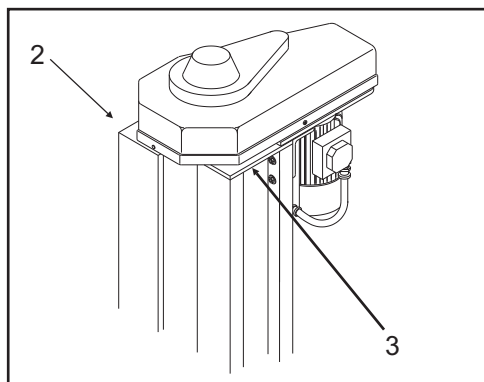

Fig.17-Abb.17
- in caso di extra corsa della parte mobile sono previsti un finecorsa elettrico (2) ed una piastra in acciaio (3) di blocco sulla parte superiore delle colonne (fig.17).
- to prevent overrun of the mobile part, an electric limit switch (2) and a steel plate stop (3) are envisaged for the upper part of the post (fig.17).
- un contact de fin de course (2) et une plaque d'arrêt en acier au sommet de la colonne (3) interviennent en cas de dépassement de course de la partie mobile (fig. 17).
- bei Überlauf der beweglichen Teilen werden ein elektrischen Endschalter (2), und eine Sperrstahlplatte (3) auf der Oberteil der Säulen schalten (Abb. 17).
- en caso de recorrido extra de la parte móvil están previstos un final de carrera eléctrico (2) y una plancha de acero (3) para bloqueo en la parte superior de la columna (fig. 17).